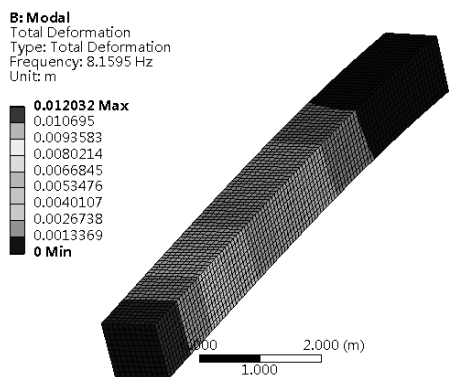

图 6-58 一阶预压应力振形
Step3：选择 Outline（分析树）中 Solution 下的 Total Deformation（总变形）选项，此时会出现如图 6-58 所示的一阶预压应力振形。